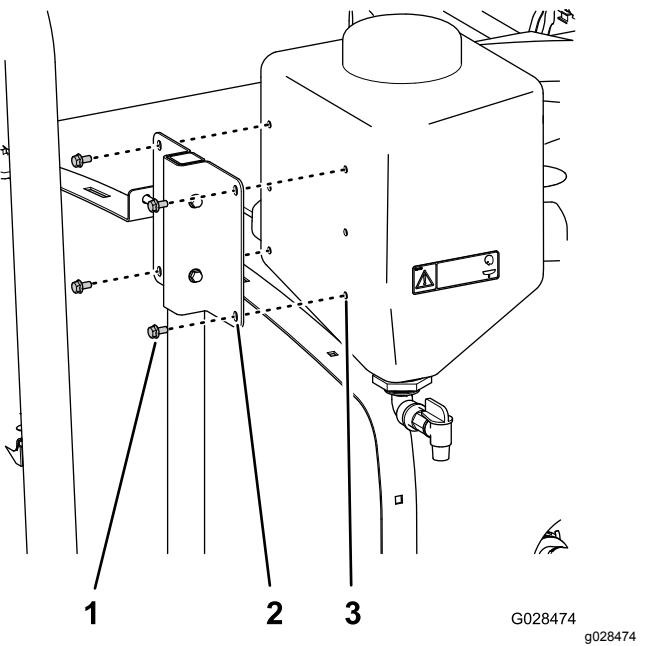

Figura 37
- Allineate gli inserti filettati nel serbatoio d'acqua dolce con i fori nel supporto dello stesso (Figura 37).
- Fissate il supporto del serbatoio d'acqua dolce (Figura 37) con 4 bulloni a testa flangiata (5/16" x $\frac{5}{8}$ ").